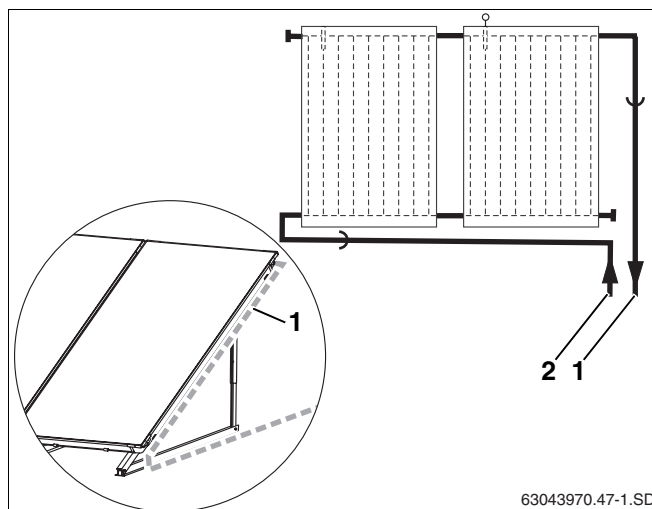

Fig. 55 Dirijarea conductelor colectoare la câmpul de colectori
- Dirijați constructiv conducta colectoare (Fig. 55, **Poz. 1**) de-a lungul colectorului și nu vertical către partea de jos.